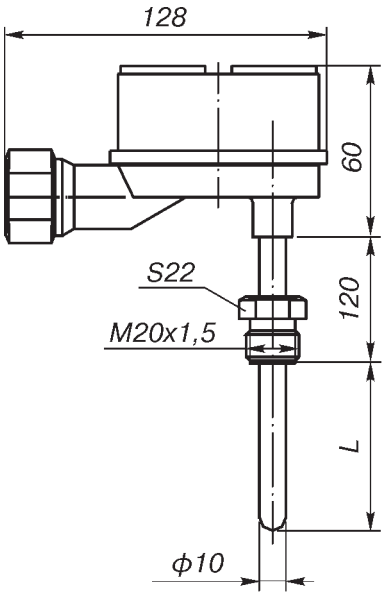

Рис. 6*.
- полиамид Технамид А-СВ-30-Л (рис.6);
(для рис.6, 7)
06 по рис.6